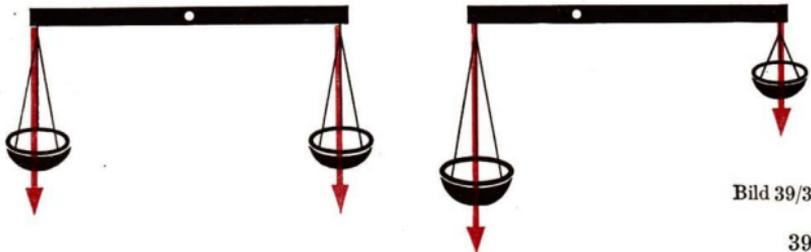

Bild 39/3
- \*2. Ein 12 m langer und 26000 kp schwerer Güterwagen ist mit dem vorderen Räderpaar entgleist (Bild 39/1). Der Achsabstand beträgt 8 m. Welche Kraft ist am vorderen Wagenende aufzuwenden, um den Wagen anzuheben? Die beiden Kräfte sollen rechtwinklig auf den Güterwagenboden wirken. (Trage in eine Skizze die Werte von  $l_1$ ,  $F_2$  und  $l_2$  ein!)
3. Eine Schubkarre mit einer Länge von 170 cm trägt eine Last von 85 kp. Diese befindet sich im Abstände von 45 cm von der Radachse (Bild 39/2). Mit welcher Kraft muß die Schubkarre gehalten werden? (Die Länge wird von der Radachse aus gemessen. Die beiden Kräfte sollen rechtwinklig an der Schubkarre angreifen.)
6. Das Bild 39/3 zeigt das Prinzip von Waagen. Gib an, bei welchen Waagen du es kennengelernt hast!